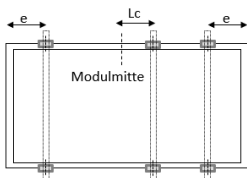

Bild A1: 6 Klemmen an langer Rahmenseite
**Tabelle A1-1 Testlast mit 6 Klemmen an langer Rahmenseite (Bild A1)**
**Tabelle A1 Designlast mit 6 Klemmen an langer Rahmenseite (Bild A1)**